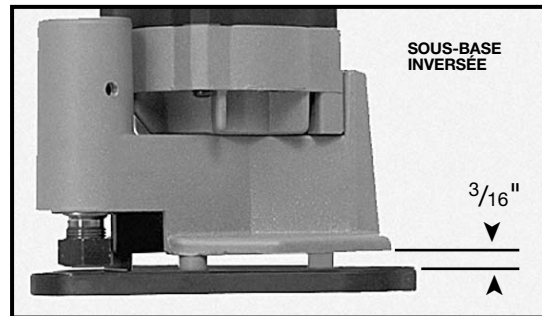

Fig. 12
4. En utilisant des mèches à tige longue : la distance depuis le fond de la sous-base jusqu'à la douille peut être augmentée (d'environ  $\frac{3}{16}$  po) en inversant la sous-base (voir Fig. 12).